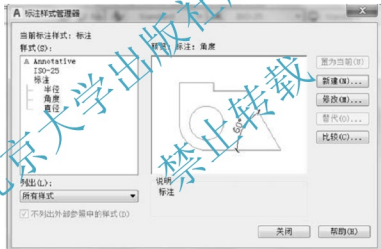

图 3.30 【标注样式管理器】对话框内的标注样式
(2) 用同样的方法创建【直径】和【角度】标注样式, 结果如图 3.30 所示。
注意图 3.30 中的【半径】、【直径】和【角度】与【标注】的显示关系,【半径】、【直
从图 3.30 中可以看到【Annotative】、【ISO-25】、【标注】3 个标注样式。用哪个样式标注，就应将哪个标注样式设置为当前标注样式。